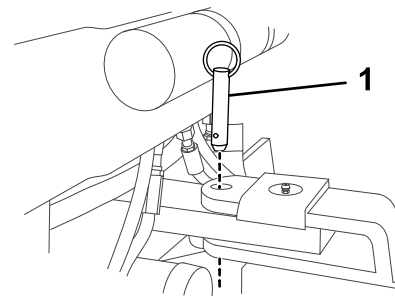
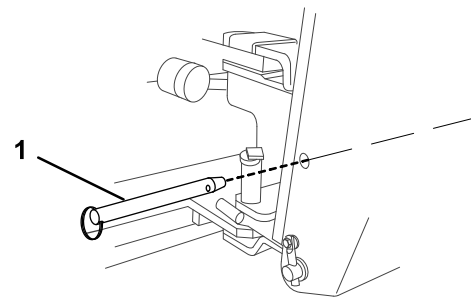
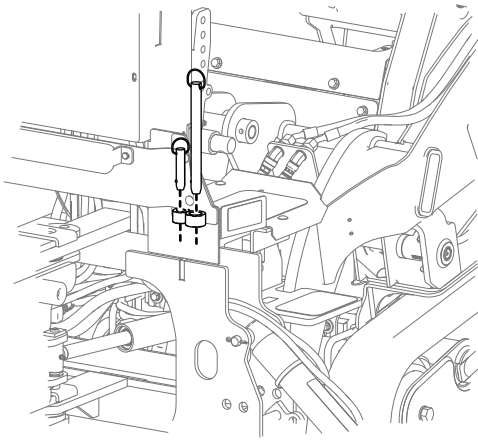

Figura 6
Figura 7
Figura 8
3. Retire los 2 pasadores que sujetan la pluma (Figura 6 y Figura 7) y colóquelos en las posiciones de almacenamiento (Figura 8).
Nota: Un pasador impide que la pluma se mueva de un lado a otro (Figura 6) y el otro impide que la pluma se mueva hacia arriba y hacia abajo (Figura 7).